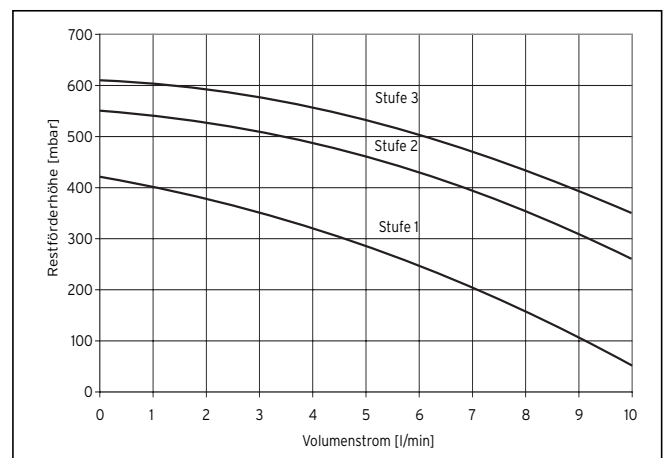

Abb. 5.1 Förderhöhe der Solarstation 22 l/min
Die Pumpenleistung in Abhängigkeit der Anlage so wählen, dass die tatsächliche Durchflussmenge laut Pumpenkennlinie (Abb. 5.1) etwas höher liegt als die Nenndurchflussmenge. Es sollte die bei der Auslegung der Solaranlage bestimmte Pumpenstufe eingestellt werden. Nach der Grobeinstellung durch die Umwälzpumpe, die Feineinstellung am Stellventil (1) des Durchflussmengenbegrenzers mit Hilfe eines Innensechskantschlüssels vornehmen.